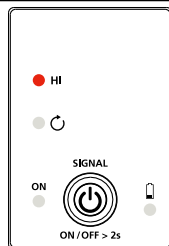

Figure 3.1d : Indicateur du transmetteur affichant le signal en mode ÉLEVÉ
3. Le mode de signal ÉLEVÉ est automatiquement activé lorsque le transmetteur est allumé. L'écran apparaît comme indiqué en Figure 3.1d.